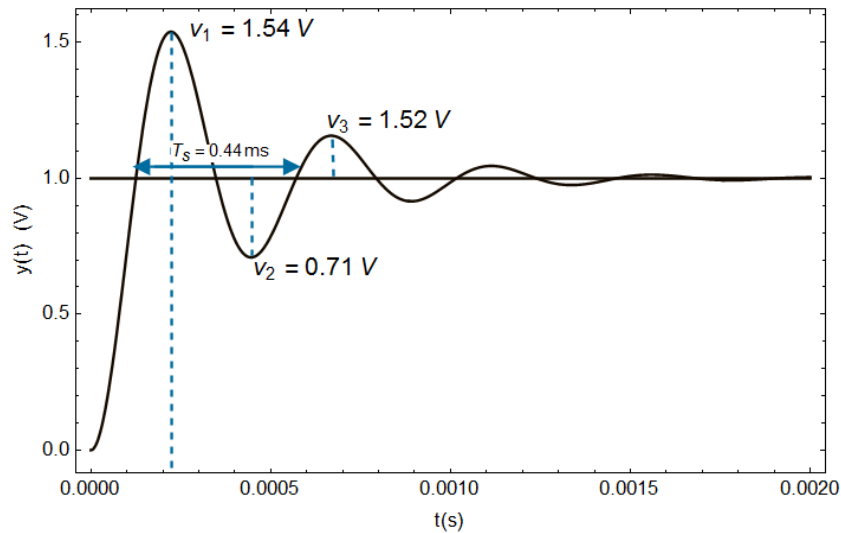

FIG. 18 –
2. La solution exacte 'théorique' de l'équation différentielle (7) est représentée à la figure 18.
Mesurer les grandeurs indiquées sur la figure 18 (v_1 , v_2 , v_3 et T_s) sur la courbe visualisée à l'oscilloscope et comparer les résultats. Conclure.